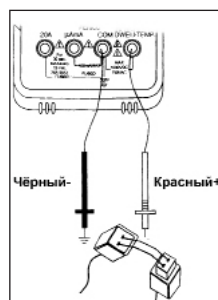

Рис. 3
- Подключите красный щуп к соленоиду инжектора с помощью кабельной перемычки, чёрный щуп - к заземлению или к отрицательному полюсному штырю аккумуляторной батареи (см. рис. 3).